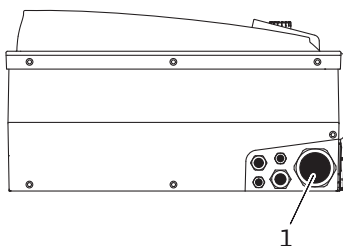

Fig. 25: Kabelskjøt med gjenger M25/M40
- Strømlledningen må føres gjennom kabelskjøten med gjenger M25/40 (fig. 25, pos. 1).